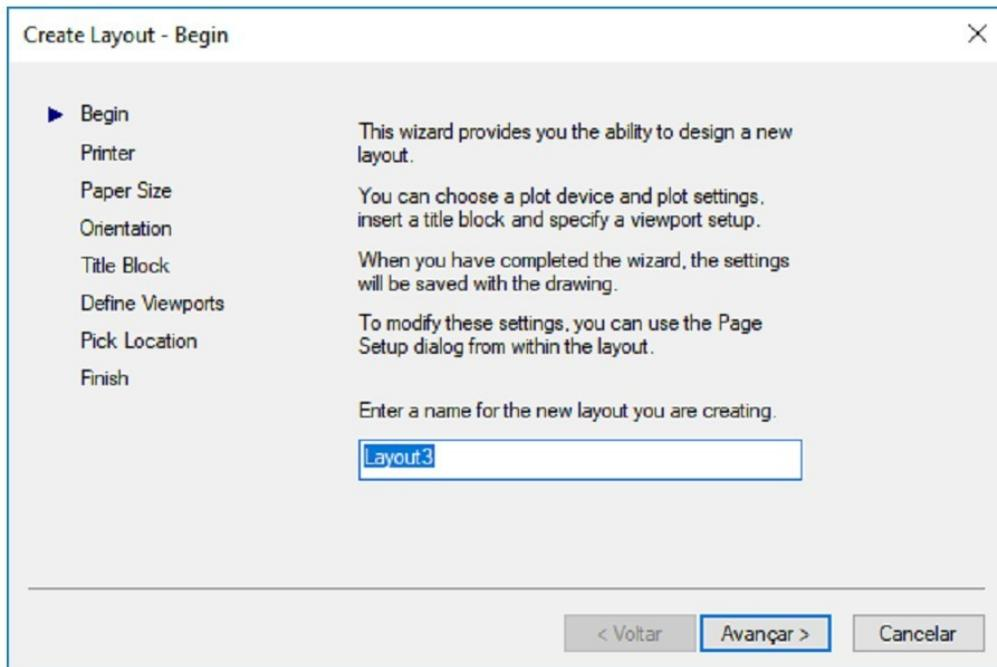

Figura 12.6 - Janela *BEGIN* do *CREATE LAYOUT*.
- Na janela *CREATE LAYOUT* escreva o nome do novo *LAYOUT* que você deseja inserir (figura 12.6). Em seguida, clique em *AVANÇAR*.
- Escolha a impressora ou plotter para impressão do seu desenho ou projeto. Para efeitos de definição do novo *LAYOUT* essa consideração não é altamente importante. Assim, se tiver dúvida, escolha qualquer opção que tenha extensão *pc3* (figura 12.6). Clique em seguida na opção *AVANÇAR*.